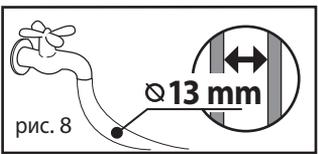

рис. 8
4. с использованием жесткой трубы с внутренним диаметром не менее 13 мм (1/2"), полностью открыть водяной вентиль (рис.8).